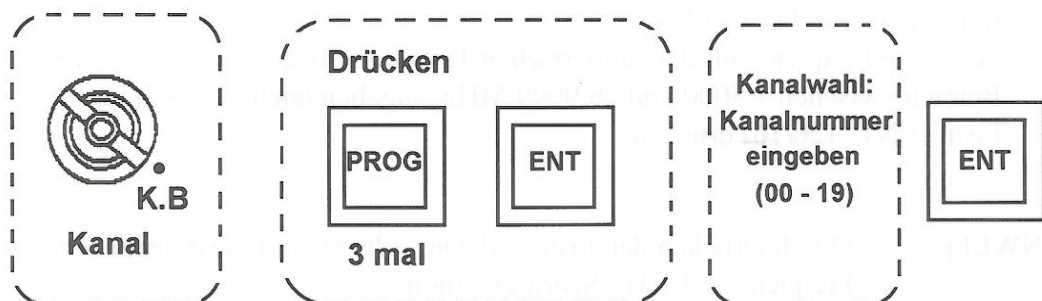

Bild 29 „Preset“-Frequenzwahl über das Tastenfeld
- 2) Den befohlenen „Preset“-Kanal indirekt mittels des Tastenfeldes (25/4) wie folgt einstellen (Bild 29):